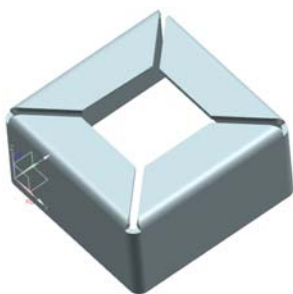

图 7-71 创建弯边
(5) 重复上述步骤, 在其他三边上创建截面相同的弯边, 如图 7-71 所示。